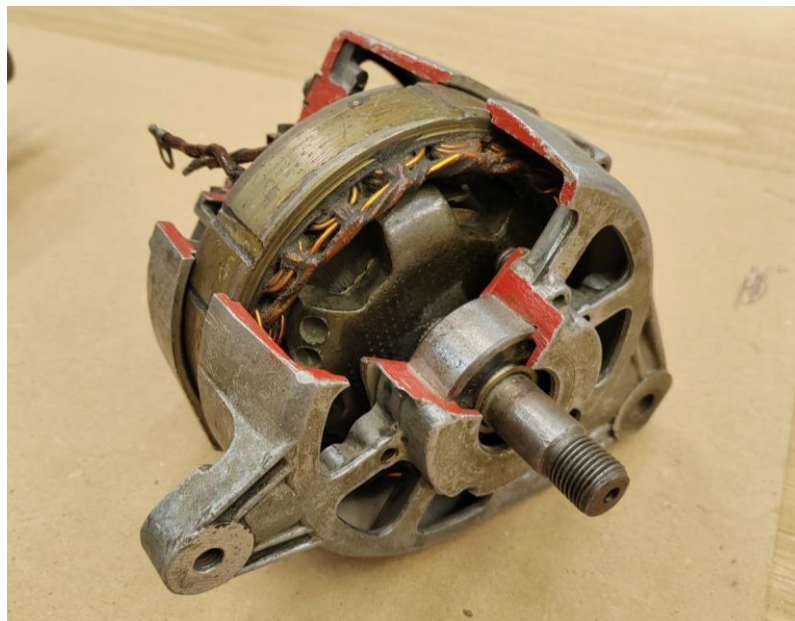

Рисунок 3 – Разрезная модель генератора
2) Расположение основных частей и их взаимодействие хорошо видно на разрезной модели генератора (рисунок 3).